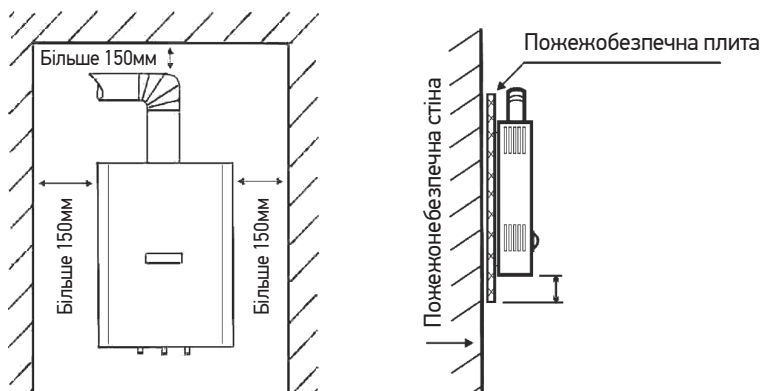

Рис. 4 Встановлення апарата на стінах, що важко згоряються.
5.6 Апарат встановлюється на вогнетривку цегляну, бетонну (з облицюванням керамічною плиткою або без неї) стіну. Допускається установка апарата на важкозгоральних стінах, за умови ізоляції стіни оцинкованим листом товщиною 0,8-1 мм по листу базальтового теплоізоляційного картону ВТК товщиною 3-5 мм. Ізоляція стіни повинна виступати за габарити корпусу апарата не менше ніж на 150 мм з кожної сторони (див. рис.4), а відстань від бічних поверхонь апарата до стін, що важко згоряються, без застосування ізоляції повинна бути не менше 250 мм. При зменшенні вказаної відстані до 150 мм необхідно встановити теплоізоляцію.